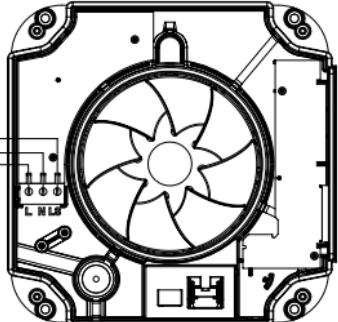

Fig. 7
- **Versión HT:** Igual que la versión ST pero dispone de un higrómetro. La versión HT preferiblemente se tiene que conectar con dos hilos según el primer esquema de la Fig. 7 para un funcionamiento automático a través del sensor de humedad (para pasar de velocidad lenta a velocidad rápida). También se puede conectar con el segundo esquema a tres hilos si quiere forzar el paso a velocidad rápida con un interruptor externo a través del Ls.